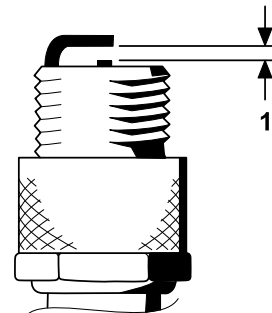

Bild 35
4. Stellen Sie den Abstand zwischen der mittleren und seitlichen Elektrode auf 0,76 mm ein, wie in Bild 35 dargestellt.